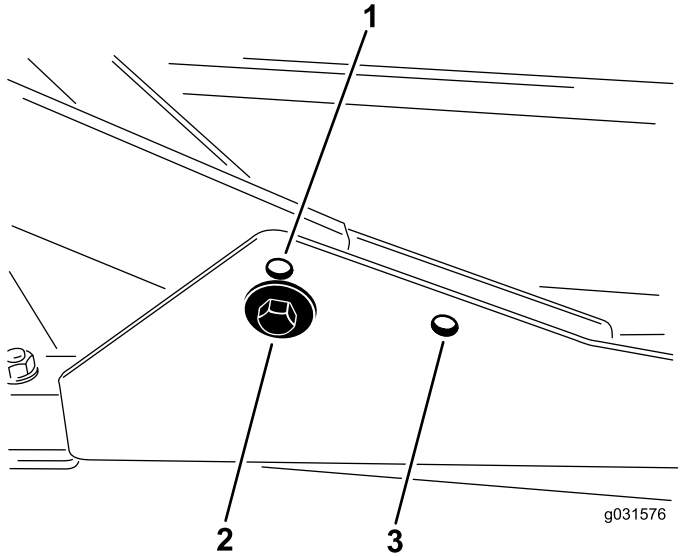

Figura 16
1. Para alturas de corte na gama de 2 a 7,6 cm, monte as estruturas de suporte frontais nos furos de montagem frontais inferiores (Figura 16).
furos de montagem frontais superiores (Figura 16).
Para todas as alturas de corte, monte a unidade de corte traseira nos furos de montagem traseiros (Figura 16).